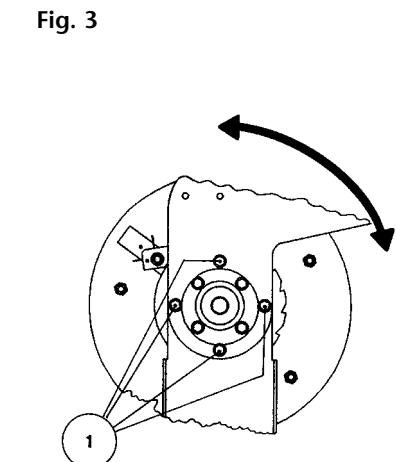

Fig. 3
To move the hose guide arms; remove the screws, (1) (figure 3) place the arms in required position and retighten the screws.
Pour placer correctement les bras de sortie, il suffit de desserrer et d'enlever les vis (1) (voir Figure 3), placer les bras dans la position désirée et les fixer à l'aide des vis.